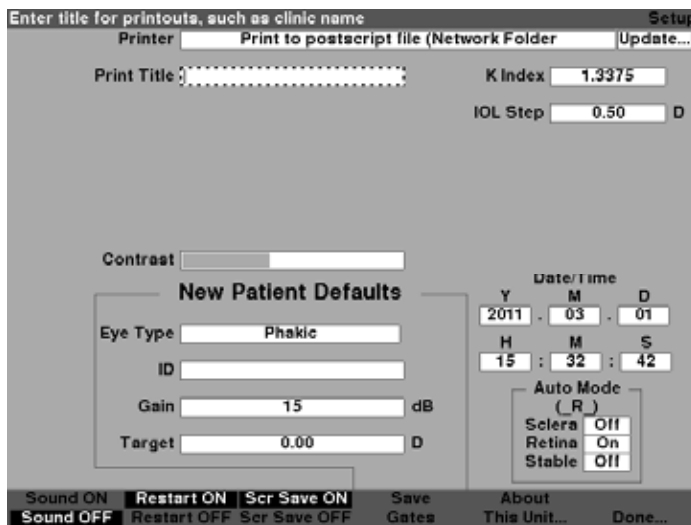

Figura 5-35 Campo *Print Title* (Título impreso) activado
2. Presione el control giratorio o el botón \surd para activar el campo, indicado con un borde punteado, como se muestra en la Figura 5-35.